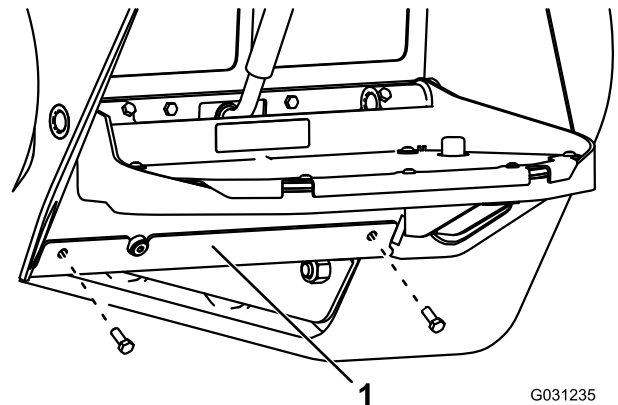

Figure 61
3. Enlevez les 2 boulons de fixation de la plaque inférieure et déposez la plaque (Figure 61).
7. Posez la plaque inférieure (Figure 61).